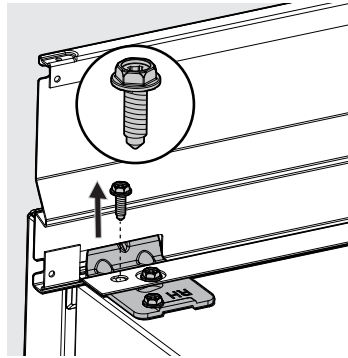
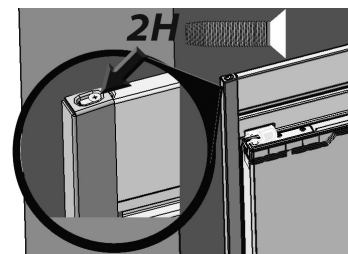

Fig. 21
Fig. 24
22. a. Retire los tornillos de la bisagra exterior delantera, comunes en ambos lados de la instalación doble, así como los dos tornillos 4H delanteros que sujetan la barra de sujeción 1H (Fig. 21).
24. a. Coloque las molduras laterales en su lugar dejándolas caer sobre el tornillo de colocación como se muestra en la Fig. 21 y ajustando sobre la moldura superior (Fig. 24).